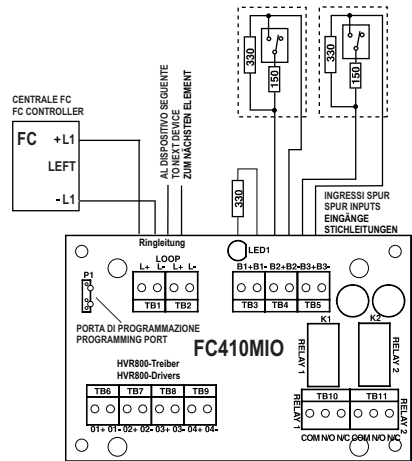
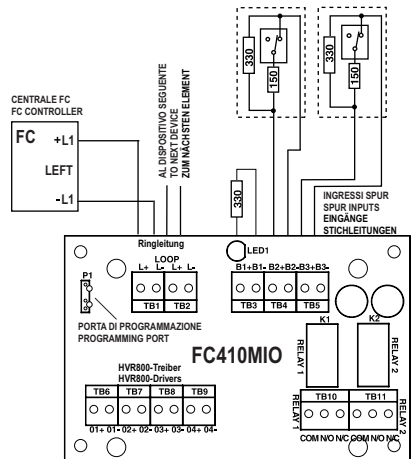

Abb. 3: Stichleitungen Schließer-Kontakte; Störung bei Kurzschluss
Abb. 4: Stichleitungen Öffner-Kontakte; Störung bei Kurzschluss
- 4 Die Abb. 3 und Abb. 4 zeigen typische Verdrahtungsbeispiele für das FC410MIO.
Siehe hierzu Abb. 3 und Abb. 4.
Hinweise zu Abb. 3:
Hinweise zu Abb. 4: